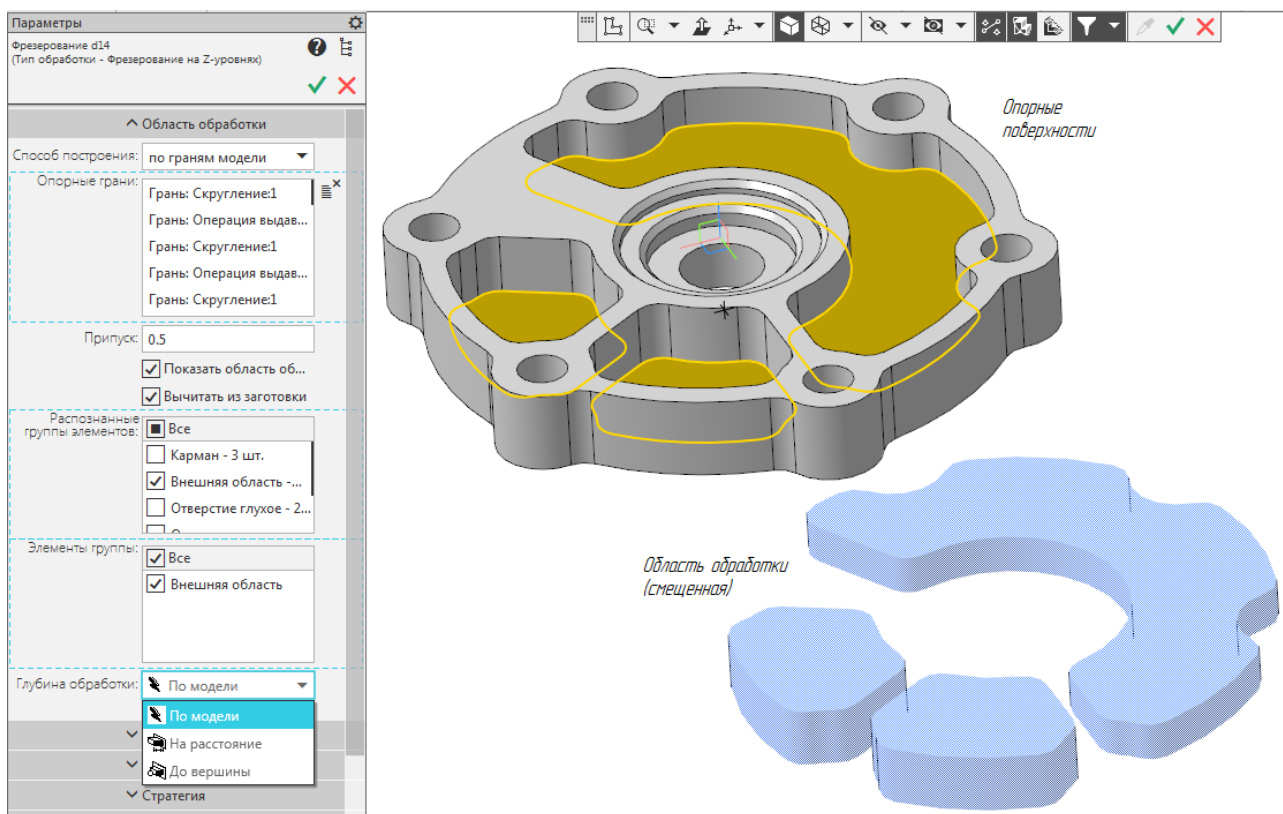

Рисунок 57. Формирование области обработки по распознанным элементам
- выбором автоматически распознанных элементов обработки (рис. 57);
Область обработки отображается поверх опорных граней синим цветом в виде фантома с прозрачностью 50%. На рис. 57 область обработки смещена в сторону для демонстрации примера. В некоторых случаях фантом области обработки может препятствовать выбору опорных граней. В таких случаях следует отключить отображение области обработки.